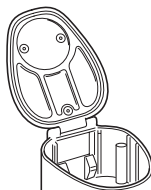

Figura 1 – Apertura del coperchio
1. Aprire il coperchio (Figura 1).